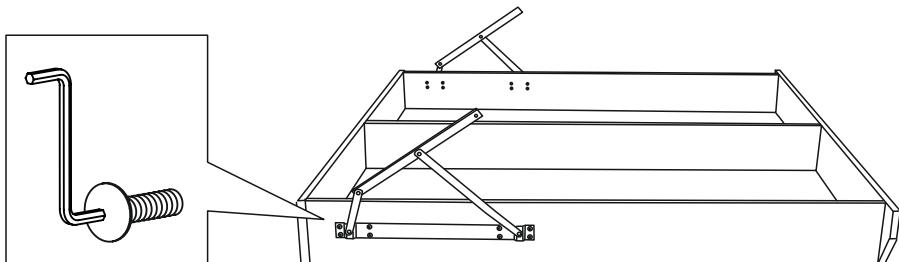

Рис. 1
1. Установить кронштейны без газовых пружин на продольные царги, закрепив их на гайки со сферической головкой и винты M6x15. Обратить внимание, что гайка должна располагаться внутри ниши (рис. 1).